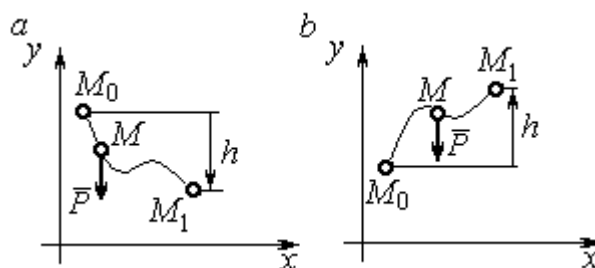

Рис. 4.19. Работа силы тяжести:
**Работа силы тяжести** материальной точки при перемещении её из положения  $M_0$  в положение  $M_1$  равна произведению  $A_{(M_0M_1)} = \pm Ph$ , где  $P$  – величина силы тяжести точки;  $h$  – вертикальное перемещение точки (рис. 4.19).
Работа силы тяжести положительна, если начальная точка движения выше конечной (см. рис. 4.19, *a*), и отрицательна, если начальная точка ниже конечной (см. рис. 4.19, *b*).